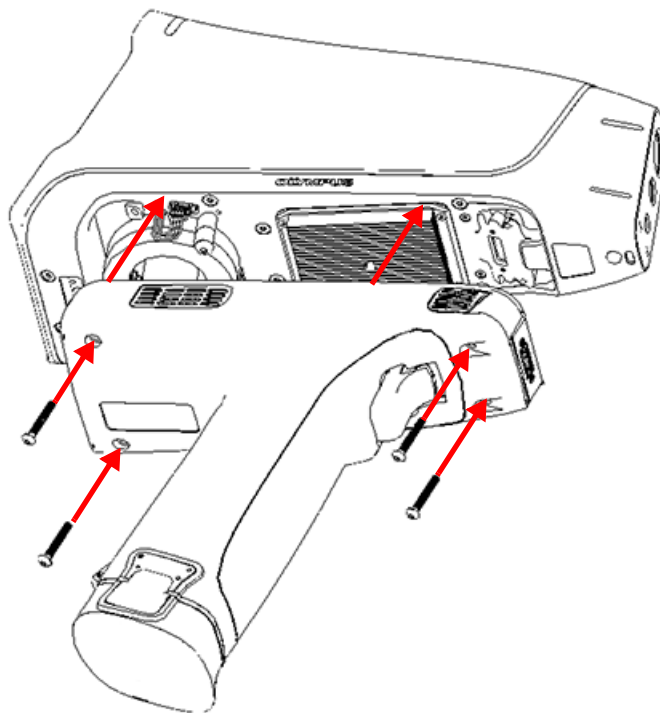

Рис. 4-9 Установка ручки
4. Установите на место ручку анализатора Vanta и затяните винты (см. Рис. 4-9 на стр. 97).